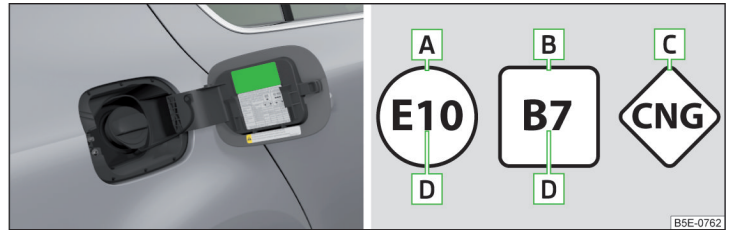

Abb. 309 Aufkleber mit vorgeschriebenem Kraftstoff / Grafische Bezeichnung der Kraftstoffarten
Auf der Innenseite der Tankklappe ist der für Ihr Fahrzeug vorgeschriebene Kraftstoff angegeben » Abb. 309.
**Grafische Bezeichnung der Kraftstoffarten** » Abb. 309
Auf der Innenseite der Tankklappe ist der für das Fahrzeug vorgeschriebene Kraftstoff angegeben » Abb. 309 auf Seite 278.